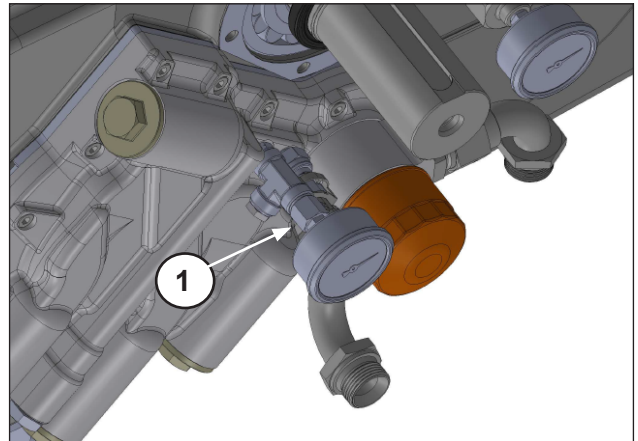

Abb. 14
Schrauben Sie das Manometer, den Nippel, die Verschraubungen und den Verschluss ab und entfernen Sie diese (Pos. ①, Abb. 14).